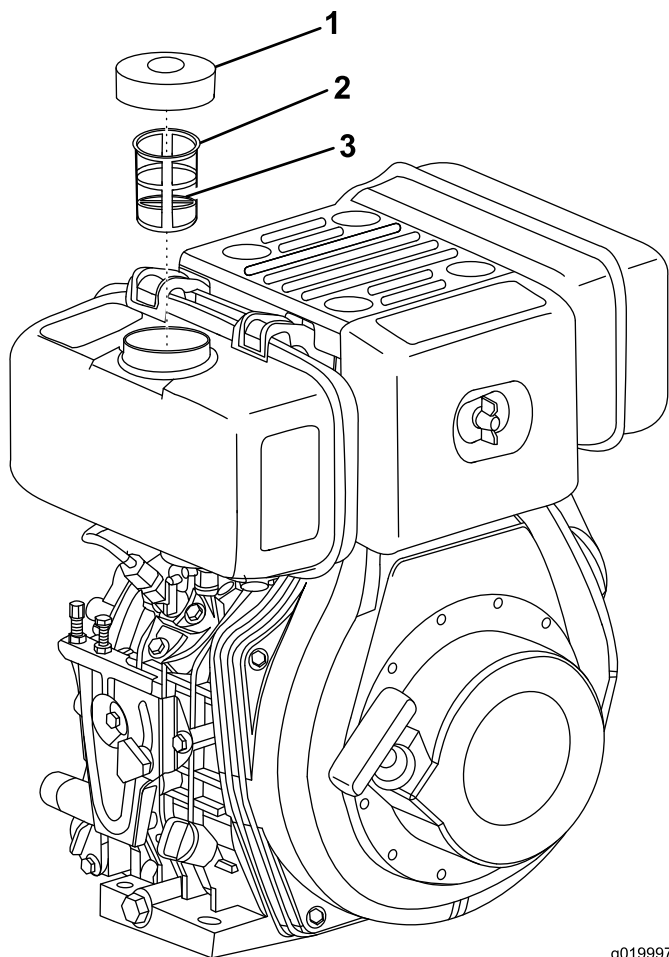

Figura 21
2. Limpie alrededor del tapón de combustible y retire el tapón (Figura 21).
4. Coloque firmemente el tapón de combustible (Figura 21).